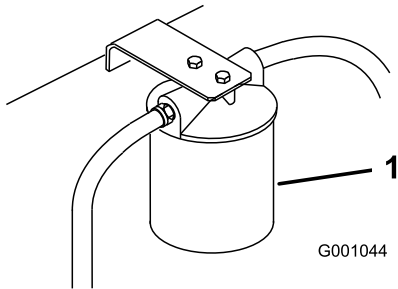

Figura 58
3. Coloque un recipiente bajo el filtro, retire el filtro usado y limpie con un paño la superficie de la junta del adaptador del filtro (Figura 58).